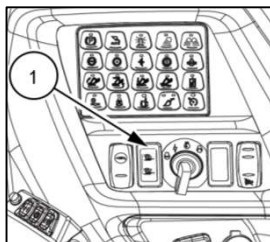

Fig. 1
1. Valutare la consistenza del materiale da gestire e le condizioni del terreno per regolare correttamente la trazione (rimpull) utilizzando l'interruttore dedicato situato vicino alla chiave di accensione (fig. 1 rif. 1). Azionando questo interruttore, la capacità di trazione può essere aumentata premendo la sezione superiore n volte, in passi successivi del +10%, oppure ridotta premendo la sezione inferiore, diminuendola di -10% ad ogni pressione.